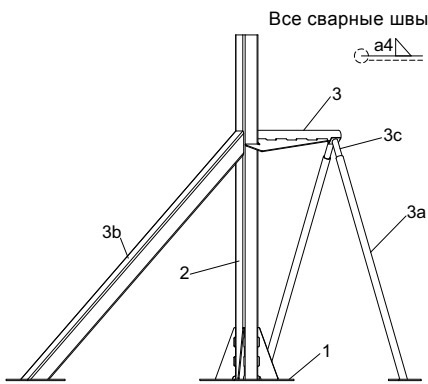

Рис. 17 Стойка и опоры SFG.xx.180-230
Правильно расположите ограничитель глубины (3), заднюю опору (3b) и передние опоры (3a и 3c) и в мастерской приварите их к стойке (2). См. номера позиций на рис. 17. Рассчитайте требуемую высоту ограничителя глубины SFG в соответствии с правилами установки образователей потока. См. раздел 4.2.2 *Образователи потока*.
Правильно расположите ограничитель глубины (3) и передние опоры (3a и 3c) и в мастерской приварите их к стойке (2). См. номера позиций на рис. 17. Рассчитайте требуемую высоту ограничителя глубины SFG в соответствии с правилами установки образователей потока. См. раздел 4.2.2 *Образователи потока*.